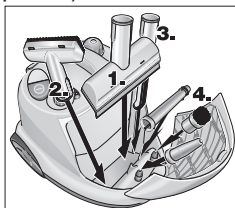

Рис. 9: відділення для приладдя
- Помістіть ручне сопло, віконне сопло, сопло точкового струменя та дрібне приладдя у відділення для приладдя (див. рис. 9).